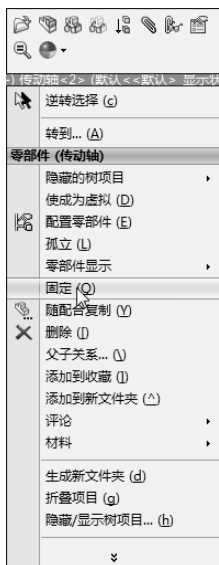

图 7-32 在快捷菜单中单击固定
- [3] 在 FeatureManager 设计树中的零部件名称上右击传动轴, 弹出快捷菜单, 如图 7-32